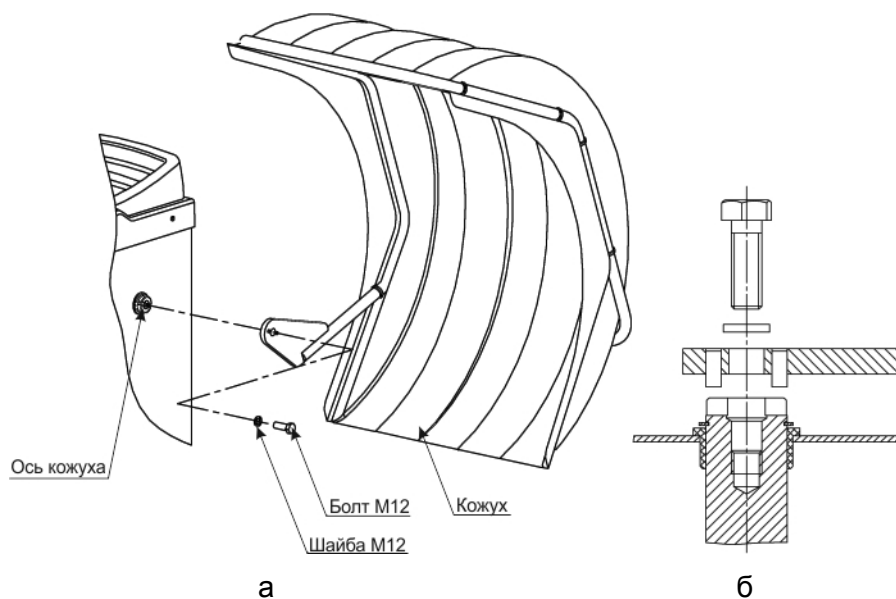

Рисунок 4.3 – Установка кожуха
4.2.4 Установить кожух как показано на рисунке 4.3 а. Перед затягиванием болта совместить штифты со стороны кожуха с пазами на оси, рисунок 4.3 б.